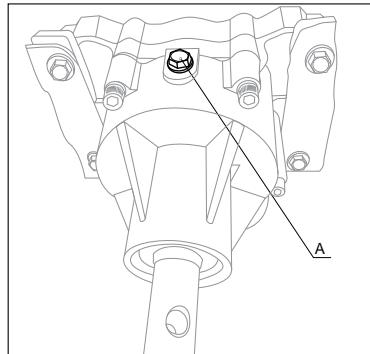

Рис. 10
С периодичностью, указанной в таблице, проверяйте наличие смазки в редукторе. Выкрутите болт (A), расположенный на боковой стороне редуктора (рис. 10). При необходимости добавьте смазку, предназначенную для редукторов, с помощью шприца или произведите замену смазки, обратившись в авторизованный сервисный центр.